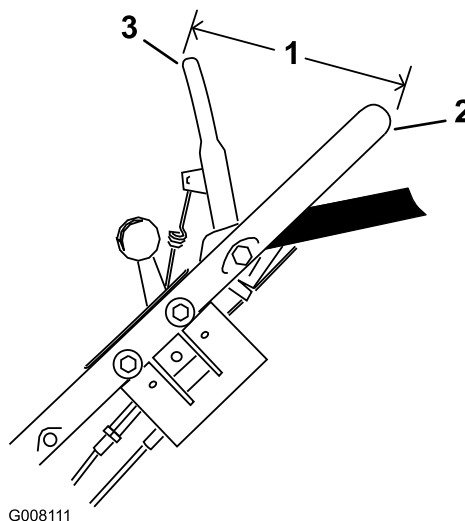

Figura 33
6. Tenete la barra di comando della lama in modo che l'esterno della barra sia a 14 cm dall'esterno della stegola, e tirate il cavo per rimuovere l'imbando, ma senza esercitare tensione sulla molla (Figura 33).